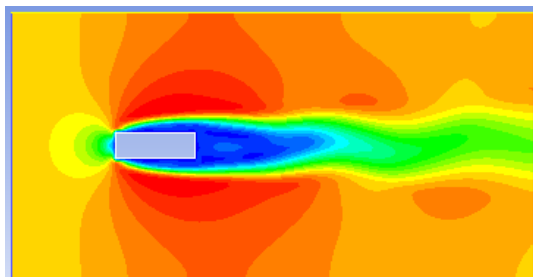
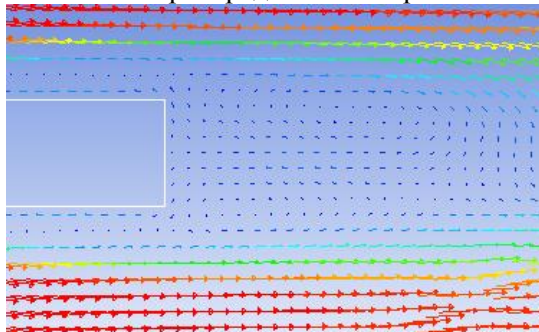

Рис. 46 - Поле распределения скорости потока
Рис. 47 - Вектора скорости потока за плохообтекаемым телом
**Шаг 14.** Затем по аналогии с шагом 9 снова просматриваются поля распределения скорости потока (рис. 46) и векторная картина (рис. 47).
При расчетах с использованием моделей турбулентности осредненных по Рейнольдсу *RANS (Reynolds Average Navier Stokes)* расчет движения отдельных вихрей заменяется на расчет эмпирических величин, определяющих осредненную картину распределения турбулентности. Поэтому в расчетной модели в результате формируется зона пониженной скорости потока, а также обратные течения. При этом крупные устойчивые вихри (возвратные течения), размером порядка 10 ячеек и более можно видеть в явном виде (см. рис. 47).